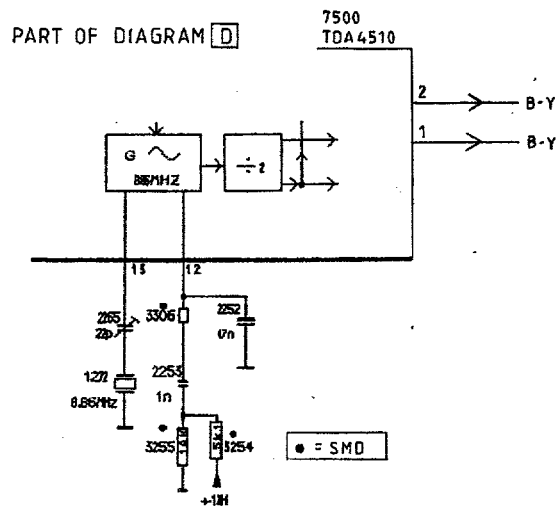

Fig. 5 VCR play back
* **Letture delle videocassette non riproducibili (Fig. 5 solo per apparecchi PAL, non per apparecchi MULTI SYSTEM)**
Funzionamento: il campo di ricezione del PLL cromatico viene reso simmetrico per cui il tempo di ricezione di questo PLL è più breve. Queste modifiche nella parte cromatica sono indicate nella Fig. 5. Nella parte della sincronizzazione (diagramma B del manuale di servizio) sono riportate le modifiche dei valori come indicati nella distinta delle parti già trasmessa.
* **Reproducción de las cintas VCR con protección contra la duplicación (Fig. 5 solamente para aparatos PAL, y no para los aparatos MULTI SYSTEM)**
Funcionamiento: El margen de captación de la PLL de croma se hace más simétrico haciéndose más rápido el tiempo de captación. Estos ajustes en la parte croma están indicados en la Fig. 5.
Play back of copy protected VCR tapes (chroma part; Fig. 5) [D]